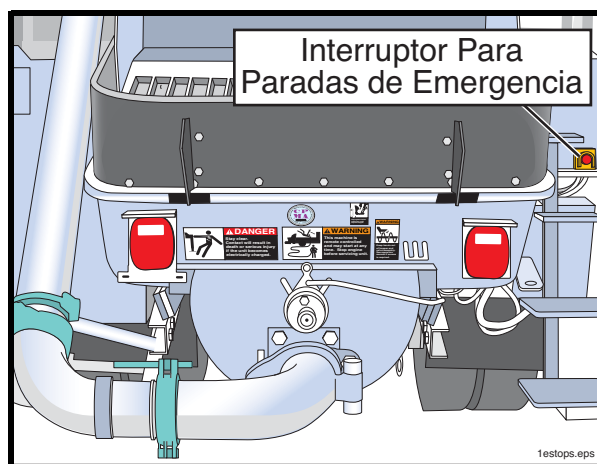

Figura 36
- 14.1 **⚠️ ADVERTENCIA** Usted debe saber cómo parar la bomba. Haga que el operario le muestre las ubicaciones de los interruptores para paradas de emergencia (Figura 36).